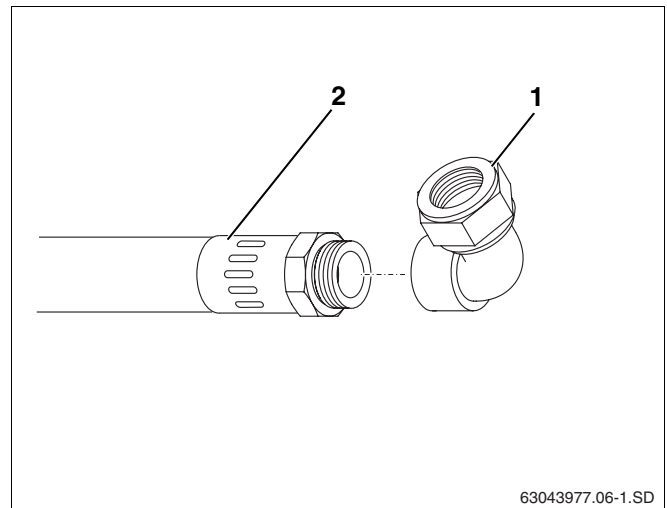

Abb. 5 Winkel-Klemmringverschraubung montieren
- Winkel-Klemmringverschraubung (Abb. 5, **Pos. 1**) an Speicheranschluss (Abb. 5, **Pos. 2**) anschrauben.